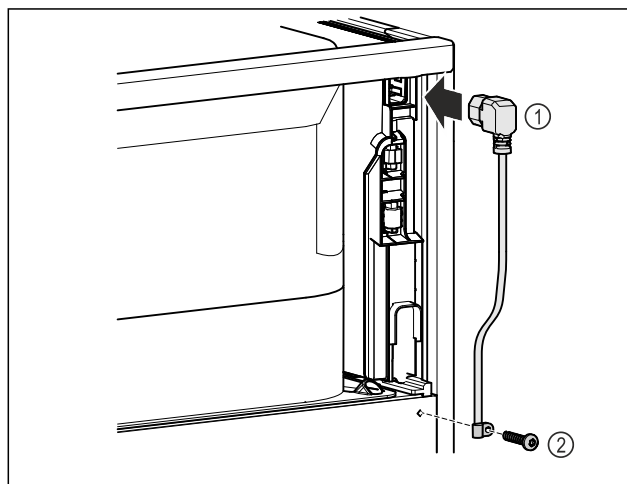

Fig. 9
- Sæt køleskabsudtagets strømkabel Fig. 9 (1) i på apparatets bagside.
- Monér trækaflastningen. Fig. 9 (2)